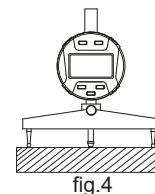

fig.4
- (2)Definir zero: Coloque o medidor em uma superfície plana e defina o zero (fig. 4).
- (3) Coloque o medidor em um arco, "R1", "R2" serão exibidos automaticamente.